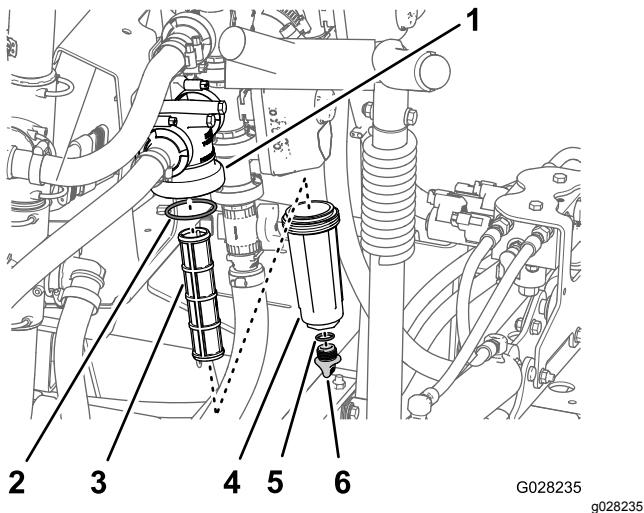

Figura 82
2. Allineate una bacinella di spurgo sotto il filtro della pressione (Figura 82).
3. Ruotate il tappo di spurgo in senso antiorario e rimuovetelo dal pozzetto del filtro della pressione (Figura 82).
4. Ruotate il pozzetto in senso antiorario e rimuovete la testa del filtro (Figura 82).
5. Togliete il vecchio elemento del filtro della pressione (Figura 82).
6. Controllate l'O-ring del tappo di spurgo (situato all'interno del pozzetto) e l'O-ring della testa del filtro (situato all'interno della testa del filtro) per escludere danni e usura (Figura 82).
7. Montate il nuovo elemento del filtro della pressione sulla testa del filtro (Figura 82).
8. Montate il pozzetto sulla testa del filtro serrando manualmente (Figura 82).
9. Montate il tappo nel pozzetto serrando manualmente (Figura 82).